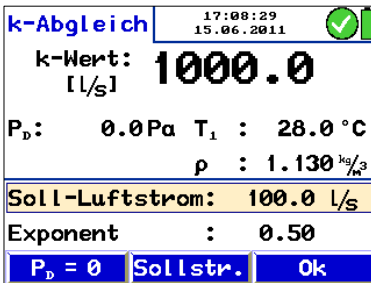

Abb. 23: Messmenü K-Wert-Abgleich
- Wählen Sie in der Menüzeile die Taste „Sollstr.“ (vgl. Abb. 23).
Mit der Taste $P_D = 0$ (Menüzeile, siehe Abb. 23 lässt sich der Drucksensor nullen.